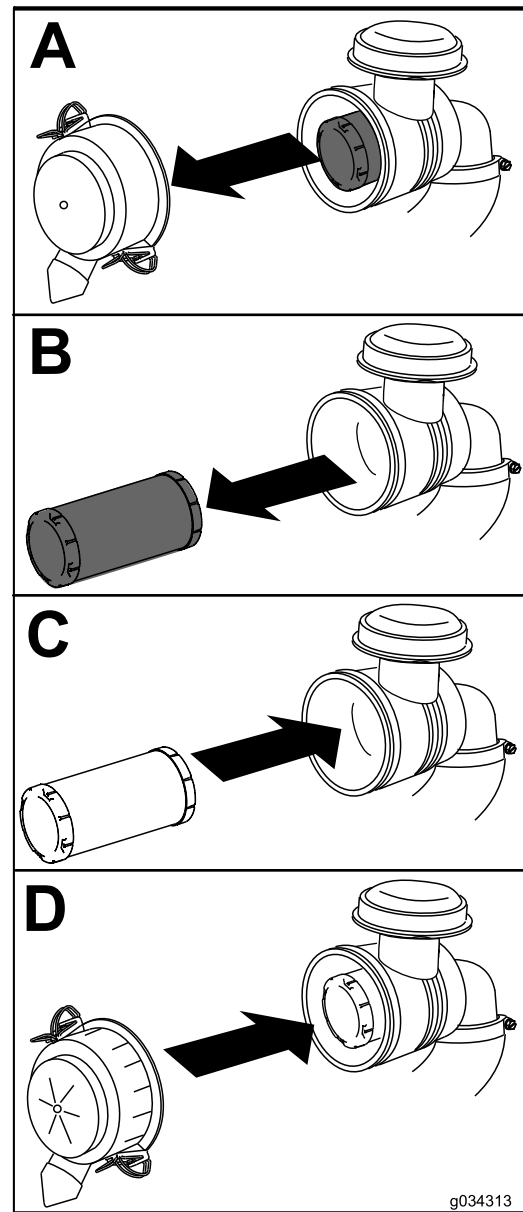

Figura 39
1. Extraiga con cuidado el elemento del limpiador de aire de la carcasa del limpiador de aire (Figura 39).
4. Instale la tapa del limpiador de aire con el lado que lleva la palabra UP hacia arriba, y fije los cierres (Figura 39).